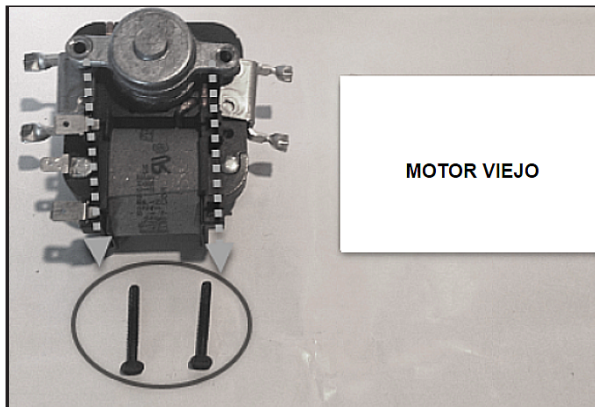

Figura 2
4. Tome el motor viejo y quite los tornillos del portacojinete. Vea la *Figura 2*.